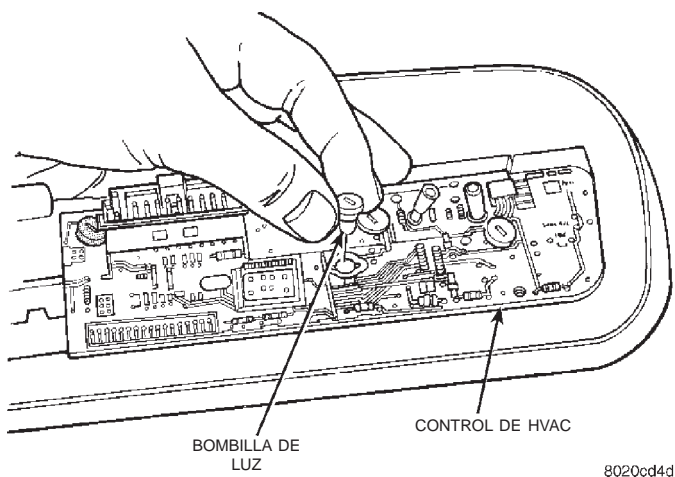

Fig. 16 Luces del control de HVAC
- (2) Retire el marco de la radio y control de HVAC (Fig. 16).
- (3) Retire la cubierta trasera del control de HVAC.